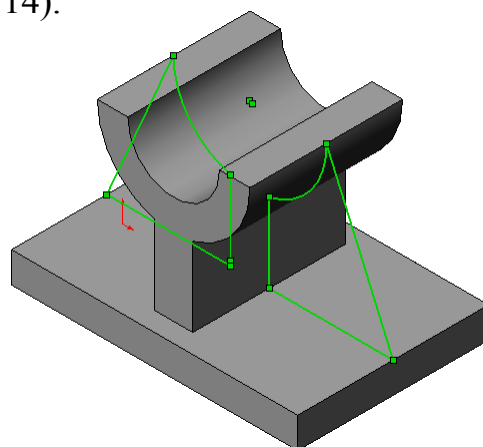

Рис. 14. Выделенные правый и левый контуры
13. Снова вызовите инструмент выделения контуров и выделите объект эскиза. Теперь выделите правый контур эскиза. Нажмите клавишу Ctrl и, не отпуская ее, выделите левый контур эскиза (рис. 14).